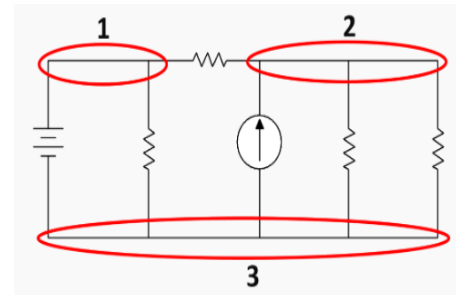

Figura 12 Circuito eléctrico donde se evidencia sus nodos
- **Nodo:** Es un punto de intersección en un circuito donde se conectan dos o más componentes eléctricos. En términos de análisis de circuitos, un nodo es donde la corriente se divide o se combina. En la figura 12, se observan 3 nodos.